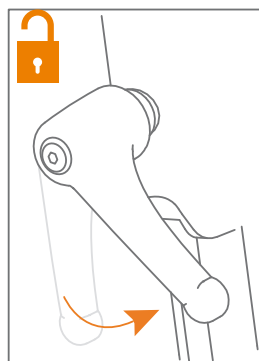
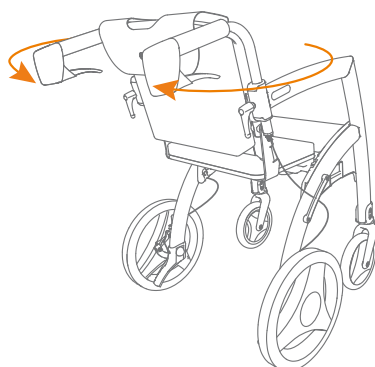
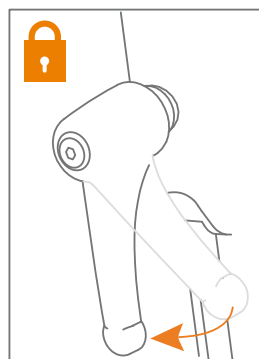

Abbildung 36: Lösen Sie den Einstellgriff.
Abbildung 37: Drehen Sie die Handgriffe.
Abbildung 38: Ziehen Sie den Einstellgriff an.
- d. Lösen Sie die Einstellgriffe der Handgriffe gegen den Uhrzeigersinn (Abbildung 36) und drehen Sie die Handgriffe nach außen, so dass diese nach hinten zeigen (Abbildung 37). Stellen Sie, die für den Benutzer, richtige Höhe ein und drehen Sie die Einstellgriffe wieder im Uhrzeigersinn (Abbildung 38). Siehe auch: Höhe einstellen für die richtige Körperhaltung.